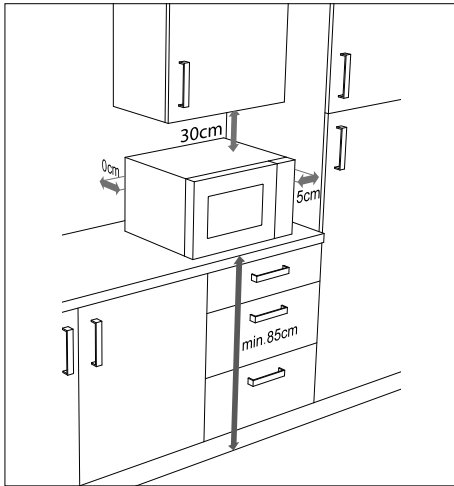

Abb. 3 – Geräteabstand
- ▶ Für eine ausreichende Belüftung müssen die in „**Abb. 3 – Geräteabstand**“ dargestellten Abstände eingehalten werden. Der Abstandshalter an der Geräterückseite muss die Wand berühren. Er gewährleistet den korrekten Abstand beim Aufstellen der Mikrowelle.